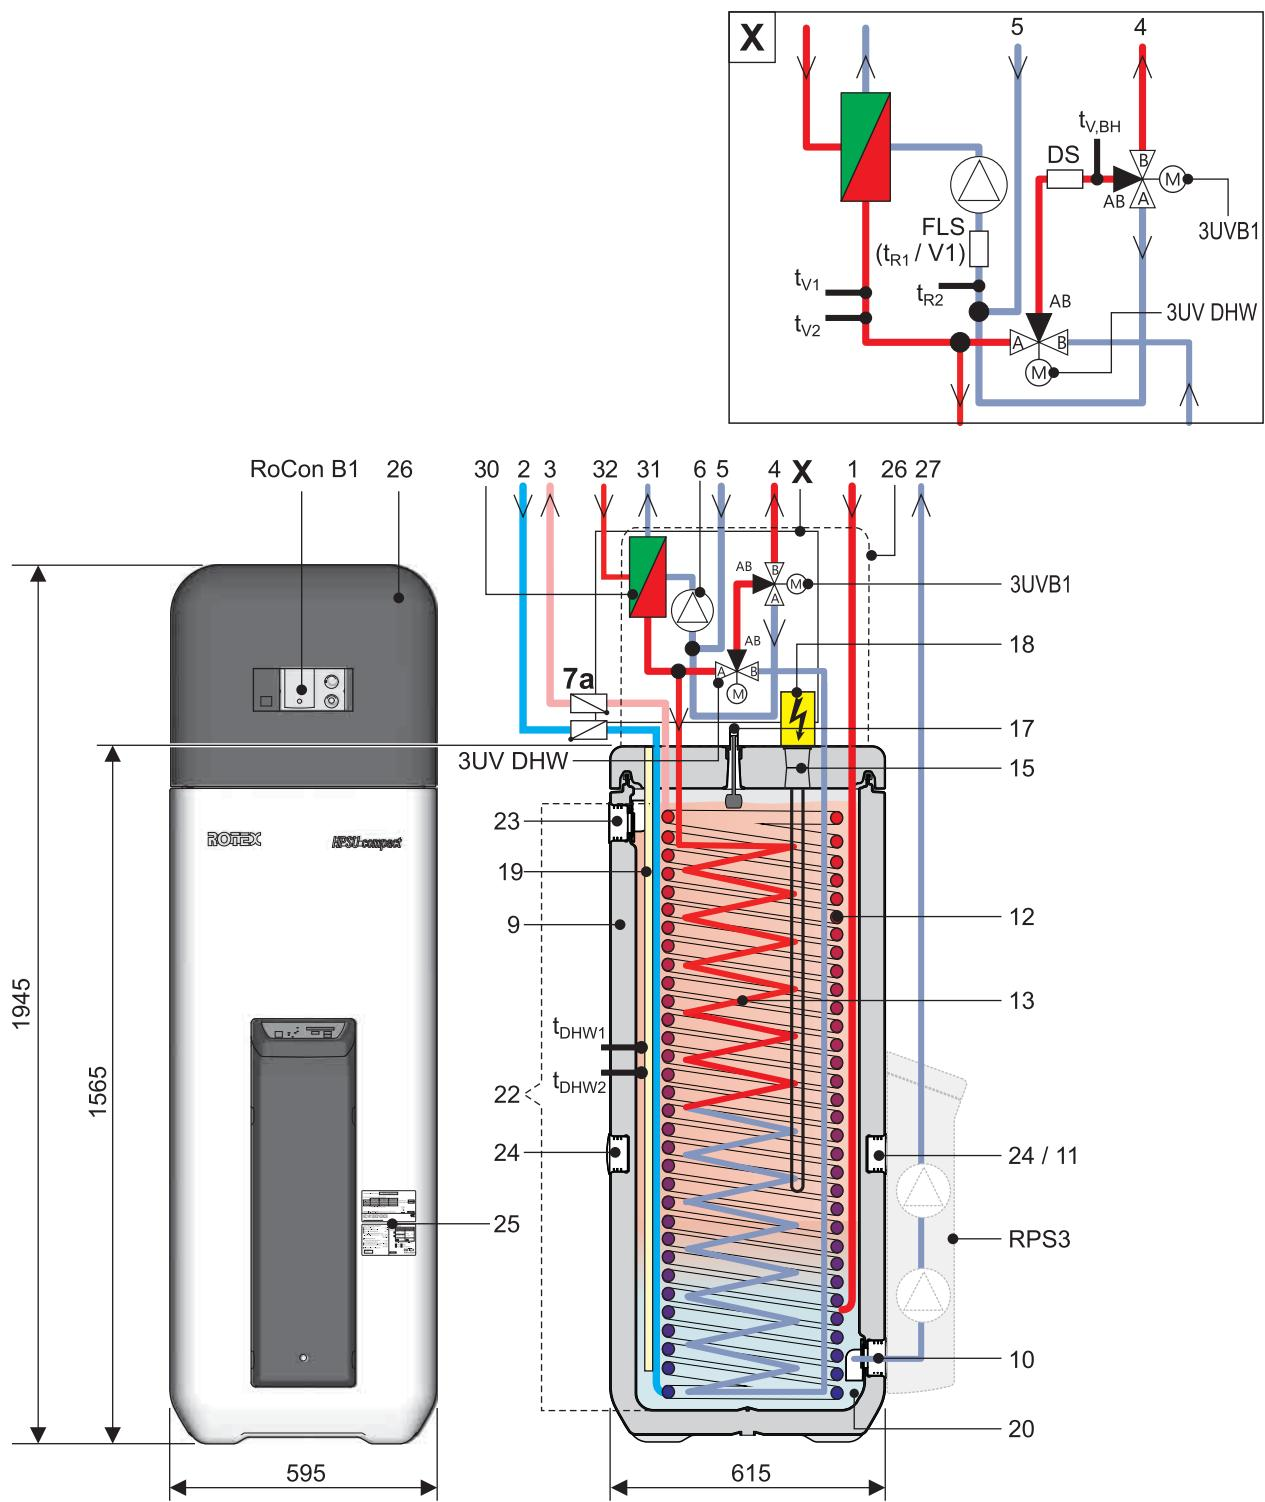
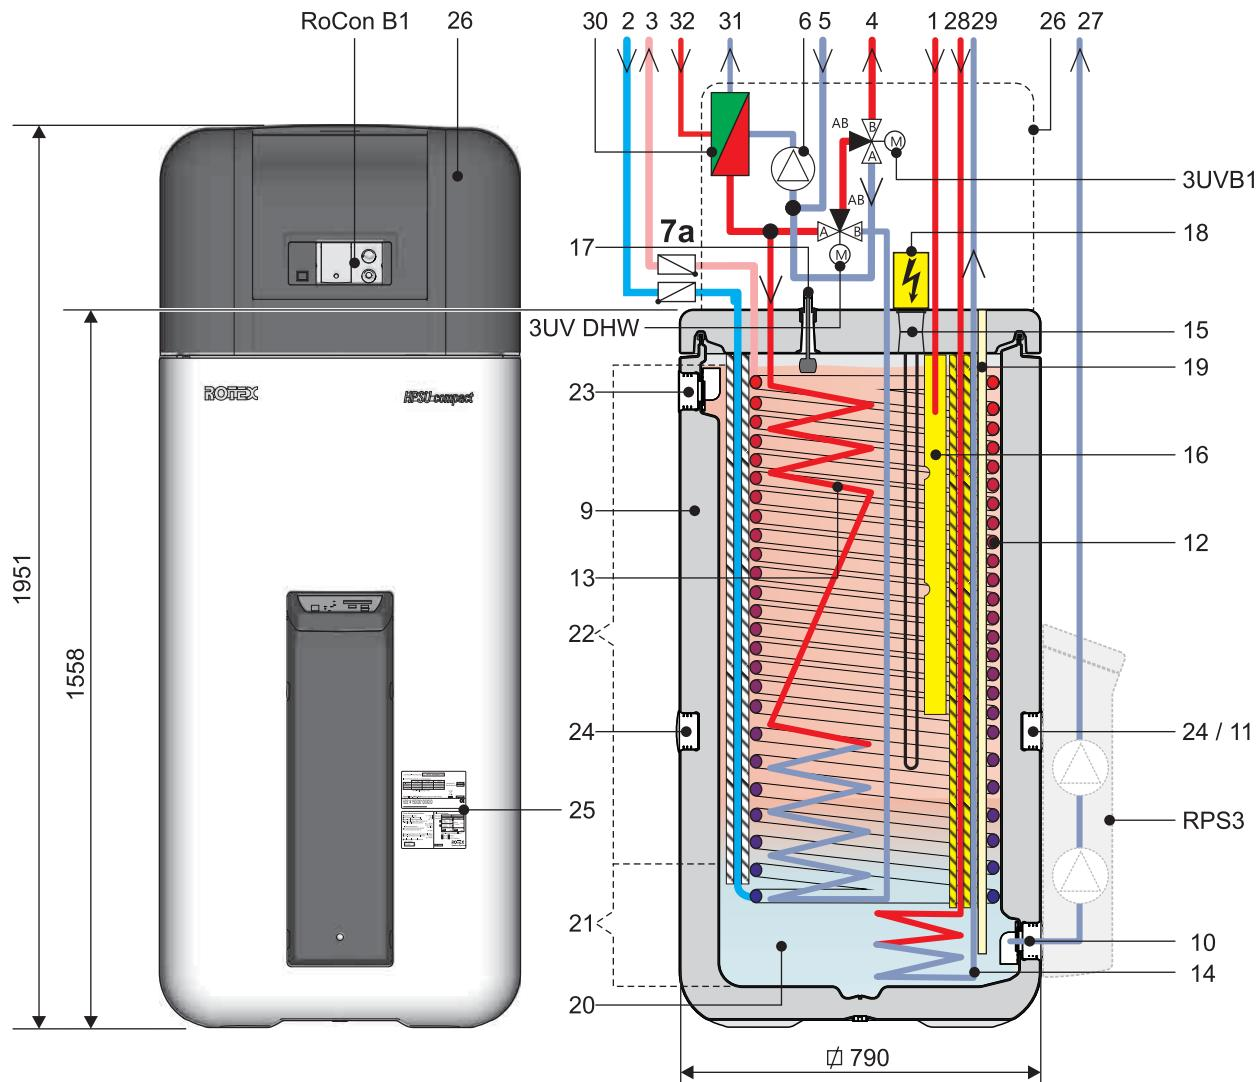

Bild 3-2 Aufbau und Bestandteile ROTEX HPSU compact 304/308 DB (Außenansicht und Innenaufbau)
Bild 3-5 Aufbau und Bestandteile ROTEX HPSU compact 508/516 BIV (Außenansicht und Innenaufbau)
Tab. 3-1 Legende zu Bild 3-2 bis Bild 3-5
- Ablaufschlauch mit dem Anschlussstück für Sicherheitsüberlauf (Bild 3-2 bis Bild 3-5, Pos. 23) verbinden.